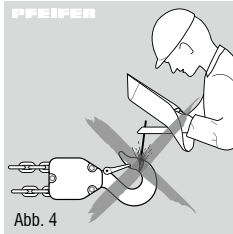

Abb. 4
- Schweißarbeiten an Haken und Lastkette sind verboten. Die Lastkette darf nicht als Erdleitung bei Schweißarbeiten verwendet werden (Abb. 4).